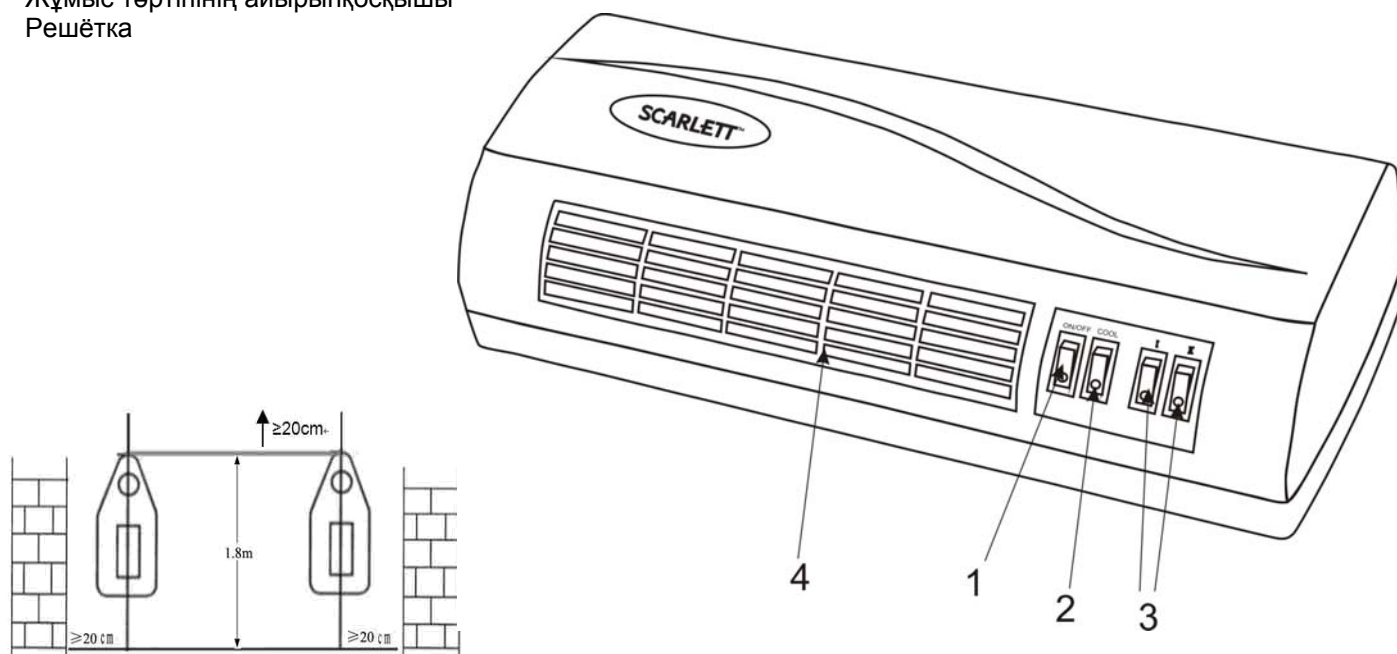

Рис.1
- Смонтируйте тепловентилятор на стене. При размещении на стене тепловентилятор должен находиться на высоте не менее 180 см от пола и на расстоянии не менее 20см от боковых стен и потолка. (см. Рис.1)